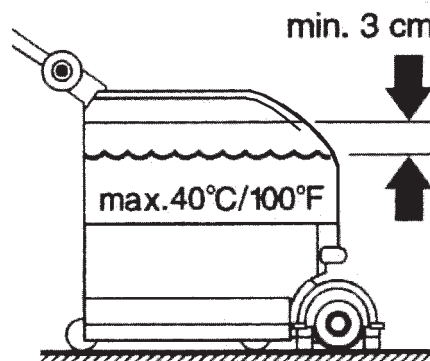

Abbildung 2
1. Tank (14) mit einer für die auszuführenden Reinigungsarbeiten geeigneten Reinigungslösung befüllen.
2. Reinigungslösungstank nicht vollständig befüllen, sondern einige Zentimeter bis zum Rand freilassen (Abb. 2).